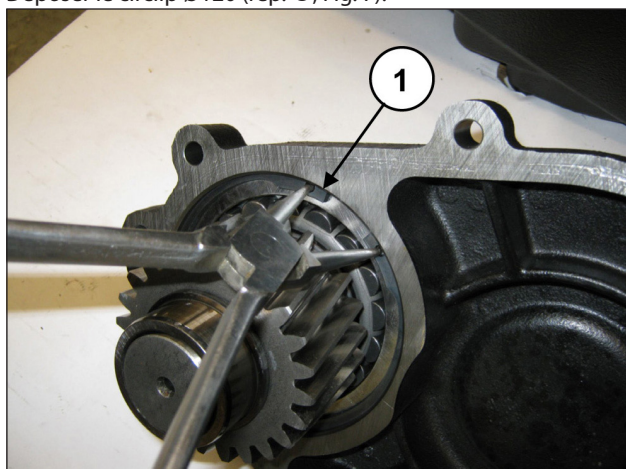

Fig. 7
Il est possible de démonter complètement le couvercle du réducteur du pignon en procédant de la façon suivante : Déposer le circlip Ø120 (rep. ①, Fig. 7).